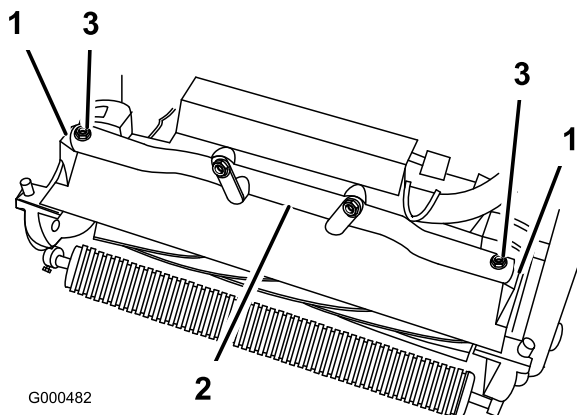

Figura 48
4. Togliete le due viti a testa cilindrica che fissano i bracci girevoli dell'apparato di taglio al tubo del telaio della trattrice (Figura 48).
5. Girate in avanti i bracci girevoli (Figura 48) ed appoggiate la trattrice sul cavalletto ancorato.